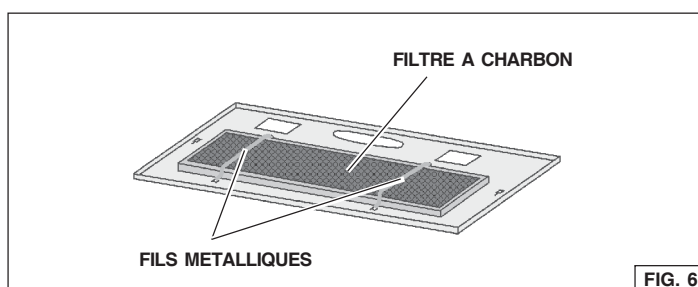

FIG. 6
2. Installez le filtre à charbon sur le filtre à graisse et assujettissez-le au moyen des fils métalliques fournis avec le filtre à charbon (Fig. 6).
2. Ôtez les fils métalliques (Fig. 6) et remplacez le filtre à charbon.